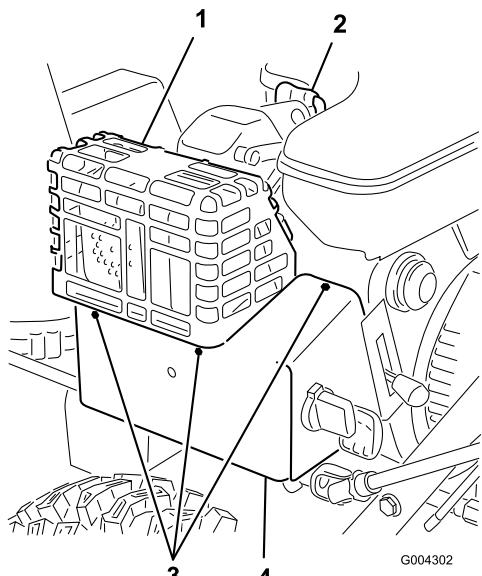

Figura 18
Togliete la scatola di riscaldamento del carburatore se azionate il motore a temperature superiori a 4°C (Figura 18).
1. Scollegate il cappellotto della candela e verificate che non la tocchi (Figura 18).
4. Togliete gli elementi che fissano la scatola di riscaldamento del carburatore (Figura 18).
1. Collegate il cappellotto alla candela (Figura 18).